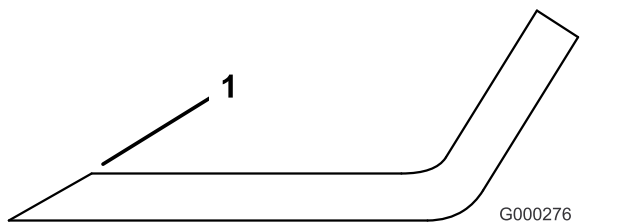

Figure 112
3. Examinez les tranchants de toutes les lames et aiguisiez-les s'ils sont émoussés ou ébréchés (Figure 112).
Remarque: N'aiguissez que le haut du tranchant et conservez l'angle de coupe d'origine pour obtenir une coupe nette (Figure 112). Limez la même quantité de métal sur chacun des deux tranchants pour ne pas déséquilibrer la lame.